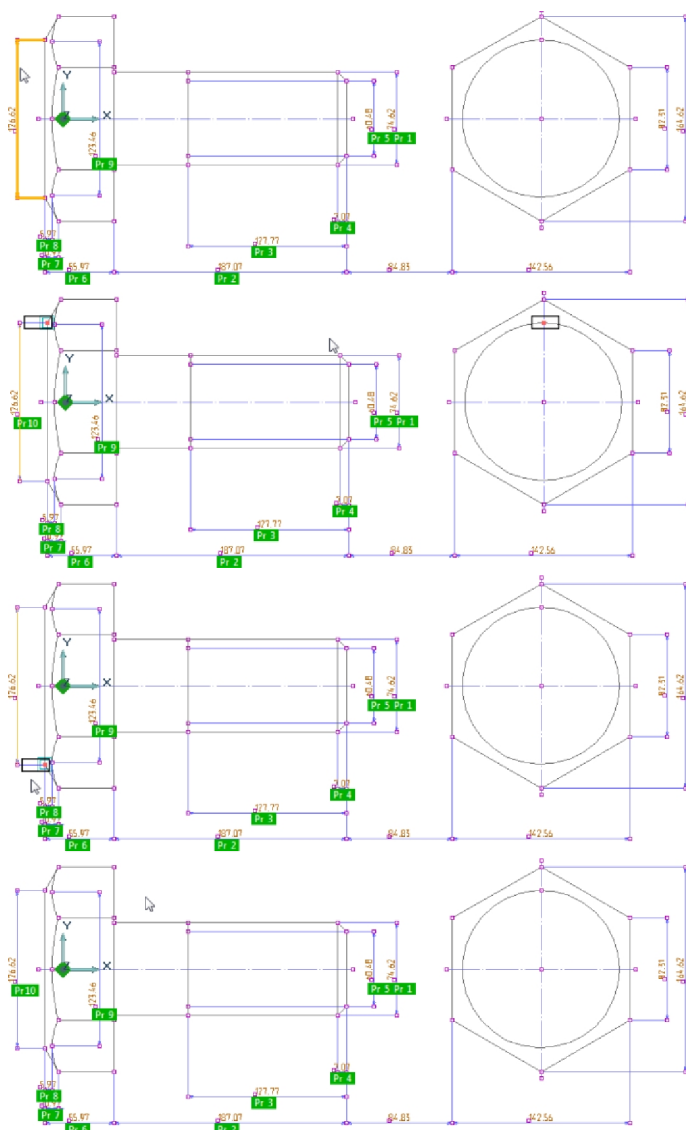

Рис. 17. Создание ПРМ 10
- Десятым будет изменяться размер, отвечающий за отображение фаски на головке болта. Схема назначения узлов показана на Рис. 17.